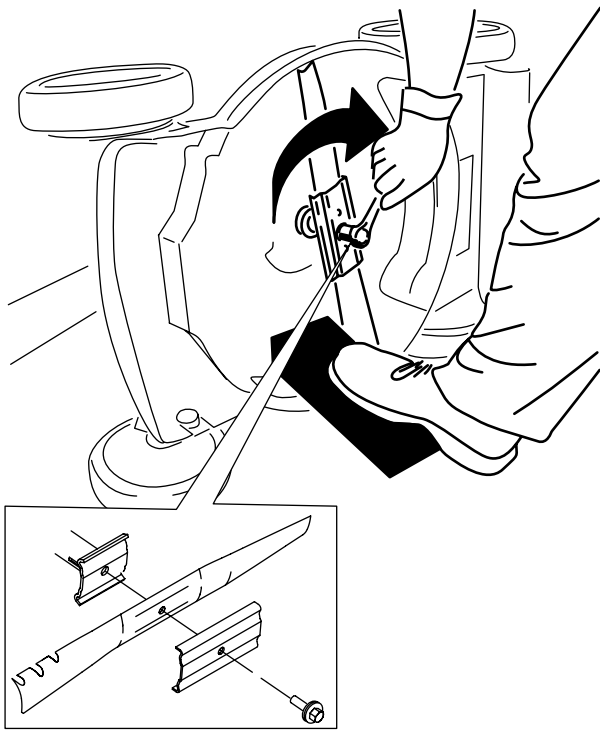

Figure 28
- Montez la nouvelle lame et toutes les fixations (Figure 28).